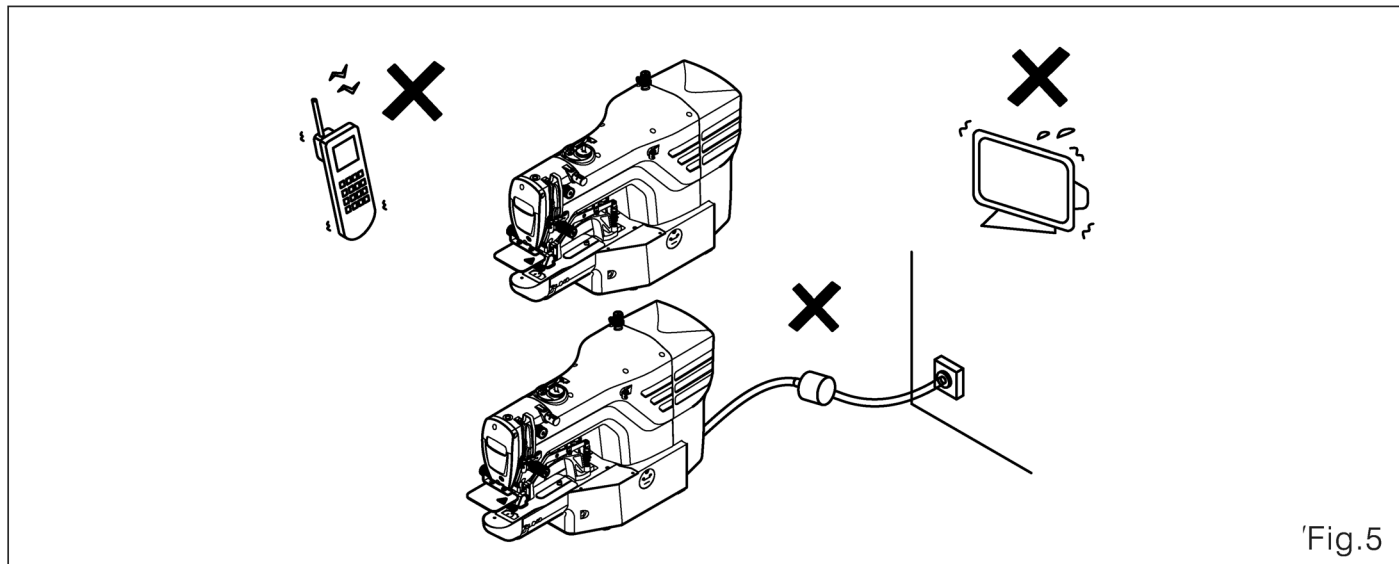

Fig.5
1. Não instale a máquina de costura próxima a equipamentos tais como televisão, rádio ou telefones sem fio. Caso o contrário, estes equipamentos sofrerão interferência elétrica. (Fig.5)